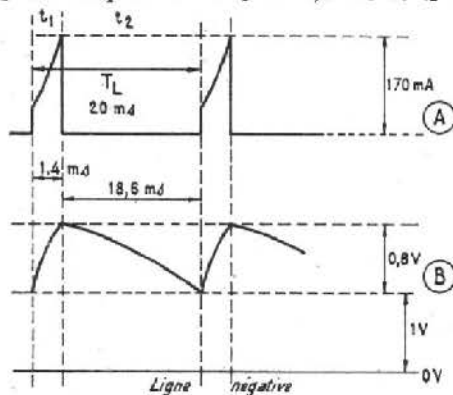

FIG. 8
Pendant la période  $t_1$ , le transistor est conducteur. En (A) figure 8, on montre le courant collecteur fourni par  $C_{10}$  et  $C_{11}$  qui se décharge en partie. Pendant la période  $t_2$  le transistor ne fournit plus de courant et  $C_{10}$  et  $C_{11}$  se rechargent à travers  $R_{14}$ .
La tension en dents de scie (fig. 8 b) est donc engendrée par la charge et la décharge des capacités  $C_{10}$  et  $C_{11}$ . Cette tension est prélevée sur le diviseur de tension capacitif  $C_{10}$ - $C_{11}$  au point commun de  $C_{11}$ ,  $K_3$  et  $R_{21}$ .